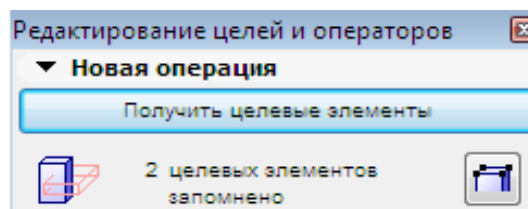

Рис. 102
17. Нажмите кнопку **Получить элементы оператора** в панели **Редактирование целей и операторов**. Текст ниже кнопки изменяется на **2 элементов оператора запомнено** (рис. 102). Это свидетельствует о том, что 3D-тела этих 2 элементов будут использоваться в качестве оператора.